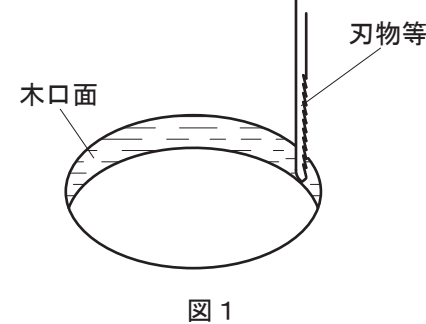

図1
1) 取付けるカウンターへ⑦テンプレートを使用し、φ185の取付穴を開きます。この時、開口の木口面は必ず仕上げして下さい。(図1参照)